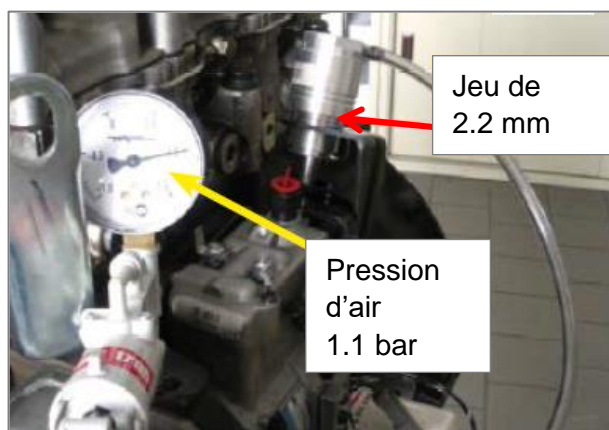

Fig. 7
- 2.2 Installez une pompe à air comprimé (Fig. 7) et appliquez une pression de 1,1 bar à la boîte LDA (C).